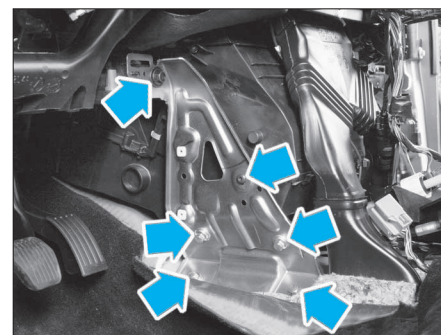

FIG. 10
- le renfort gauche de planche de bord (Fig.10).